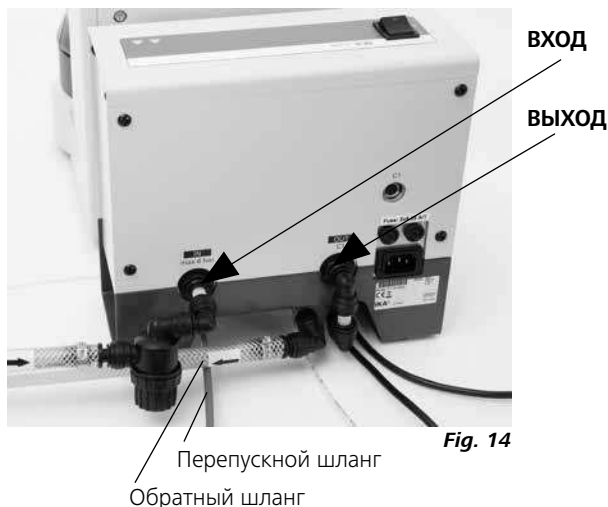

Fig. 14
#### Подсоединение компонентов XY С 1 к нагревателю С 1.20, см. рис. 14
- При соединении с водопроводным краном: убедитесь, что обратный шланг и перепускной шланг С 1 опущены в сток, см. рис. 14.